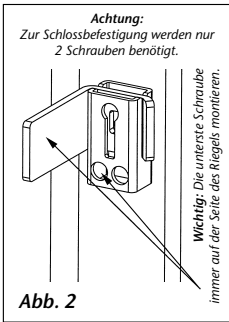

Abb. 2
- 3 Dübel einsetzen und Riegelrohr durch eine der unteren Bohrungen anschrauben, siehe Abb. 2. Keine 3. Schraube einsetzen, da diese je nach Untergrund diesen zerstören könnte.